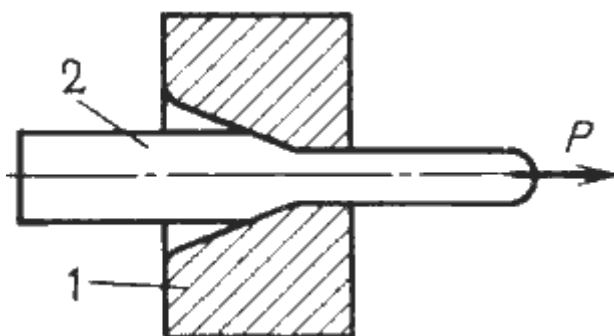

Рис. 3.12. Схема волочения: 1 – волока; 2 – протягиваемое изделие
**Волочение** – процесс протягивания заготовок через сужающееся отверстие (*фильтру*) в инструменте, называемом *волокой*. При этом поперечное сечение заготовки уменьшается, а ее длина увеличивается. Конфигурация отверстия определяет форму получаемого профиля. Схема волочения представлена на рис. 3.12.